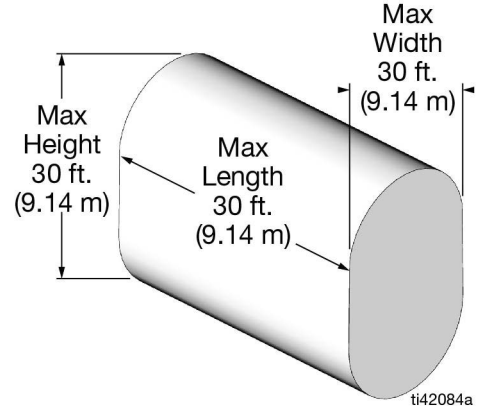

FIG. 19
- Las paredes de los extremos del depósito deben ser planas; no pueden ser de otra forma, tampoco con forma de campana (FIG. 19). Si procede, utilice un depósito que no sea estándar.